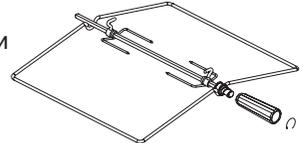

рис. 14
1. Плиты комплектуются вертелом со съемной рукояткой (рис.14). В зависимости от комфортности плиты могут комплектоваться вертелами другого исполнения (рис.14.1). При установке и извлечении использовать рукоятку, которая накручивается на резьбовую втулку.